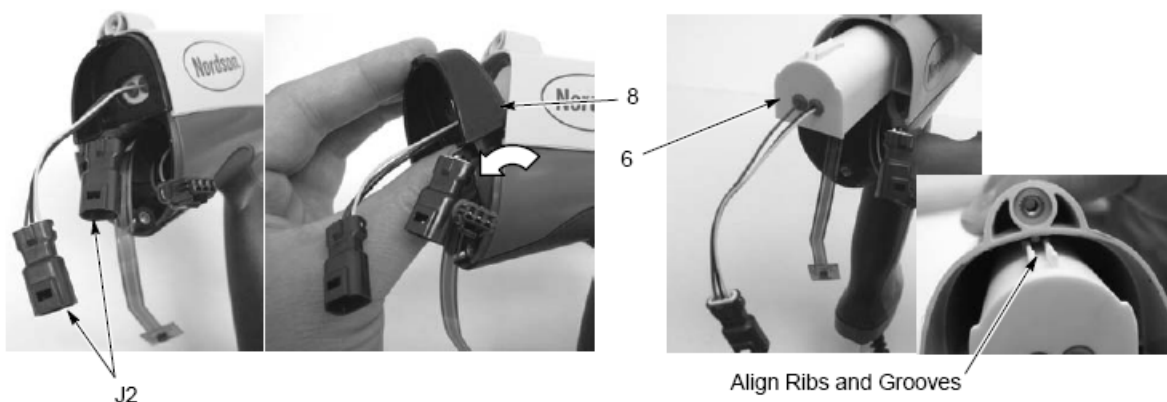

图 5-2 更换电源
2. 如图 5-2 所示。将小型螺丝刀插入 J2 喷枪电缆/电源接头的凹口处，松开夹子断开接头。
4. 使电源 (6) 滑出枪体，将电源接线和接头从端盖上拔下。